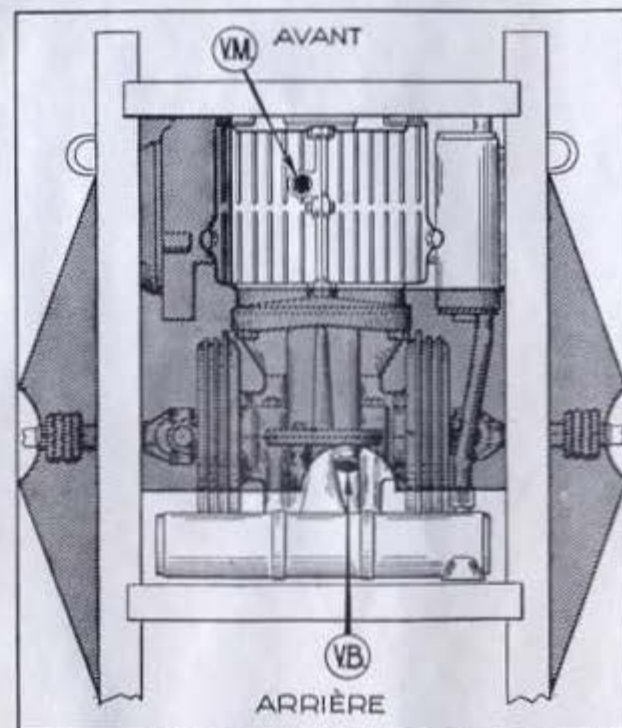
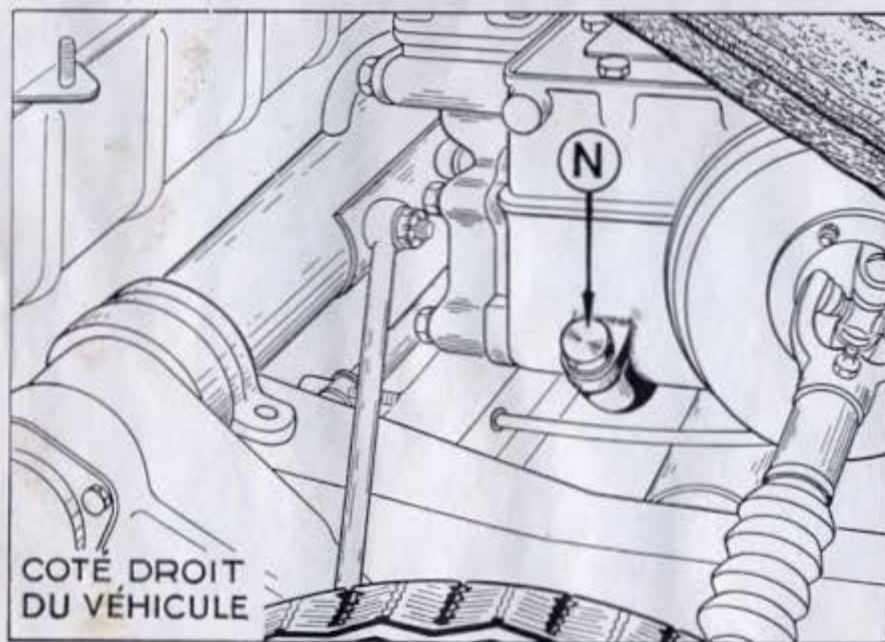

Fig. 15. — BOUCHONS DE VIDANGE (moteur et boîte)
Fig. 20. — BOUCHON DE REMPLISSAGE DE LA BOÎTE DE VITESSES
Après 3 000 km, vidangez à chaud le carter (bouchon en VM, fig. 15). En fin de vidange, appuyez sur l'AV de la voiture pour égoutter à fond le carter. Rebouchez soigneusement et faites le plein d'huile neuve.
a) Vérifiez le niveau de l'huile dans la boîte (N, fig. 20).
c) de vidanger la boîte de vitesses (fig. 15, page 27, en VB) et de remettre un litre très exactement d'huile S. A. E. 80 (fig. 20).